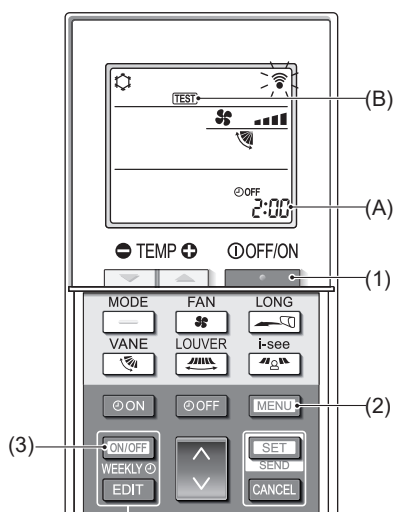

Fig. 7-5
■ Prueba de funcionamiento (Fig. 7-5)
- Se muestra **TEST** (B) y la unidad entra en el modo de prueba de funcionamiento.